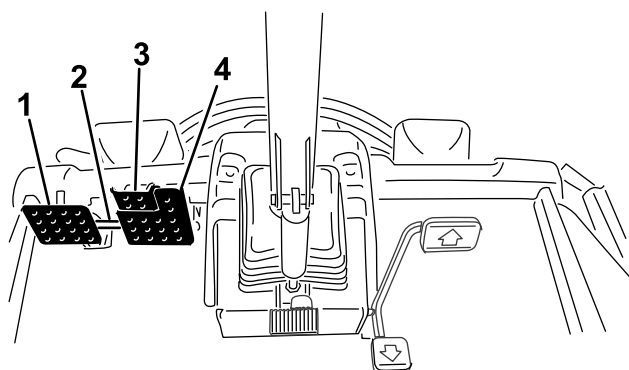

Figure 32
- Déconnectez le verrou de blocage des pédales (Figure 32).